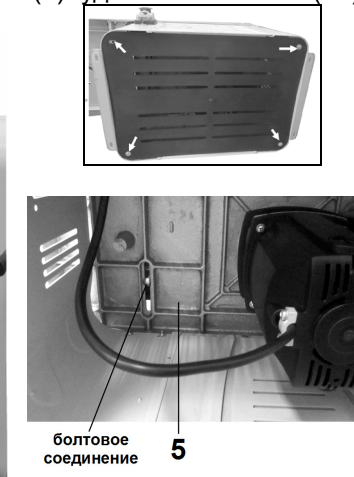

Рис.4
8.2. Установка стойки направляющих планок, Рис.4 - 6.